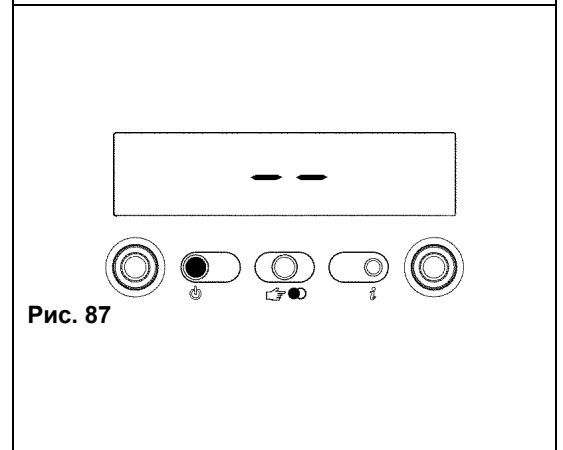

Рис. 87
При программировании параметров котел должен быть выключен (OFF). Для этого нажмите кнопку , чтобы на дисплее загорелись две черточки "--" (рис. 87).
- Нажмите кнопку ESCAPE, чтобы выйти. Котел перейдет в состояние "- -" (выключен). Для возобновления его работы нажмите кнопку  (рис. 87).